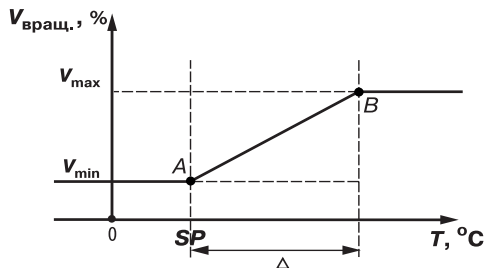

Рис. 3
3.3.4. Прибор осуществляет регулирование температуры по графику, рис. 3. При температурах $T < SP$ вентилятор вращается с минимальной скоростью V_{\min} . (программируемый параметр P), см. *прил. Б, стр. 22*.